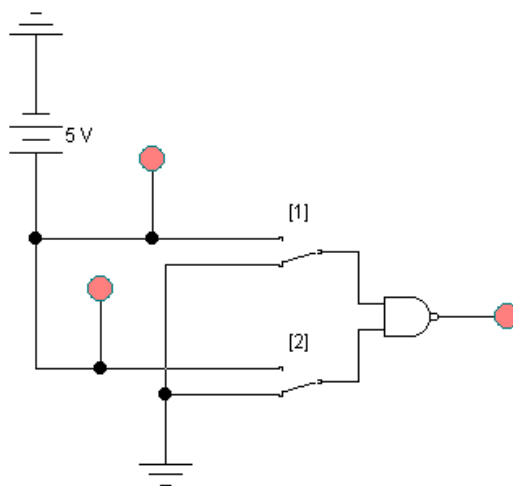

Рис. 43 – Дослідження логічної функції «І-НІ»
- а) Зберіть схему, наведену на рис. 43.